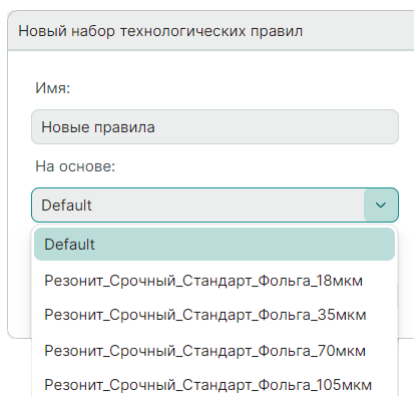

Рис. 146 Ввод имени для нового набора
3. В окне «Новый набор технологических правил» введите имя создаваемому шаблону правил в поле «Имя», см. Рис. 146.